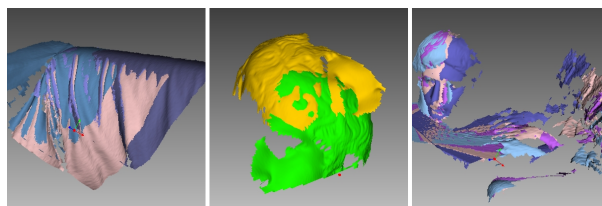

Рис. 8.4: Возможные ошибки сканов
- Сдвиг поверхностей друг относительно друга (см. Рис. 8.4, слева) может происходить из-за недостаточного количества, малого размера геометрических особенностей на объекте или малого числа полигонов в кадре.
- Некорректно совмещенные части (см. середину Рис. 8.4) появляются, если алгоритм совмещения в режиме реального времени некорректно определил положение нового кадра относительно предыдущих.
- Попадание в кадр посторонних объектов (см. Рис. 8.4, справа).